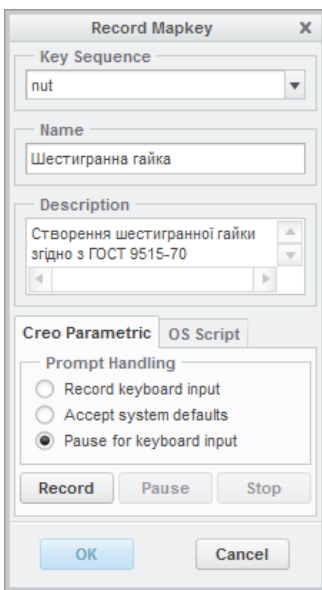

Рисунок 1.9 – Вказані параметри для створюваного макросу
2. Для створення нового макросу натиснути на кнопку **New... (Створити...)**. В наступному вікні **Record Mapkey (Запис макросу)** встановити параметри (див. рис. 1.9). У поле **Key Sequence (Послідовність клавіш)** вести послідовність клавіш, для виклику макросу. В поле **Name (Найменування)** задати його ім'я. У поле **Description (Опис)** ввести короткий опис. Опція **Pause for keyboard input (Пауза для введення з клавіатури)** вказує на те, що виконання макросу буде супроводжуватися паузами з запитом від користувача введення з клавіатури необхідних параметрів.